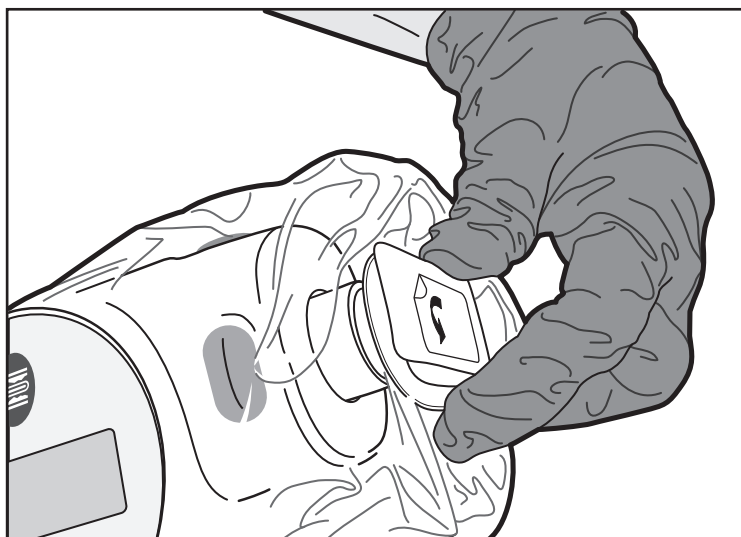
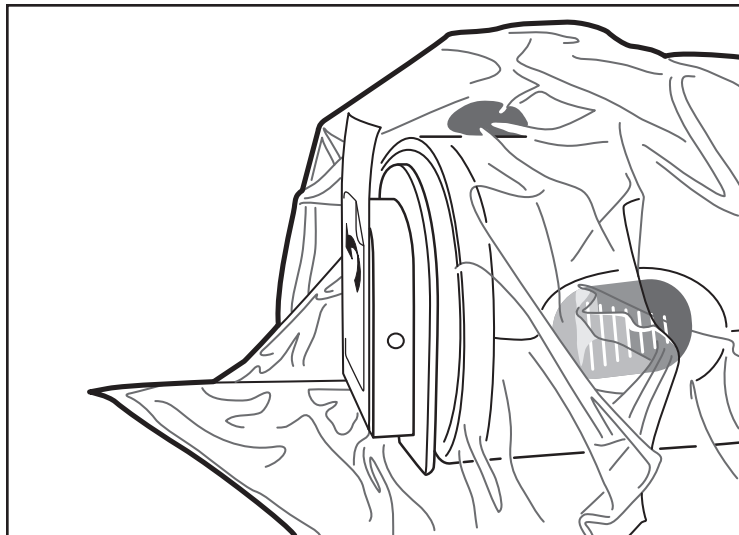

Figura 7. Unión de la placa frontal
Figura 8. Placa frontal unida
8. Para unir la bolsa a la unidad motora MDU5 PLUS, el operador estéril debe alinear la placa frontal de la bolsa con la punta de la unidad motora MDU5 PLUS (figura 7) y presionar suavemente a fin de asegurar la conexión. Asegúrese de que no queda material atrapado entre la placa frontal y la punta. Es normal que quede material sobrante de la bolsa alrededor y más allá de la conexión (figura 8).